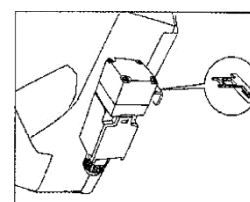

Рис. 17
7. Микро-выключатель открытия ограждения (Рис. 17)